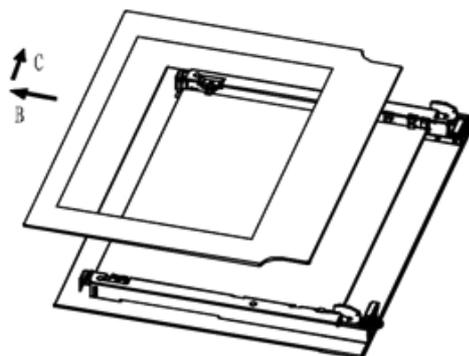

Рис. 11
2. Медленно вытащите внутреннее стекло (Рис. 11)